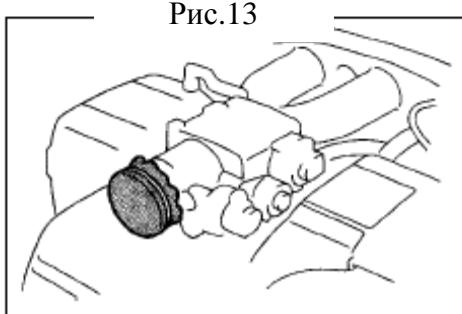

Рис.13
**(2) Работа с электронными узлами.**
- c. Будьте аккуратны, чтобы не уронить электрические компоненты, такие как электронный блок управления или реле. Если они упали на твердый пол, их нельзя использовать, их необходимо заменить(рис.13).